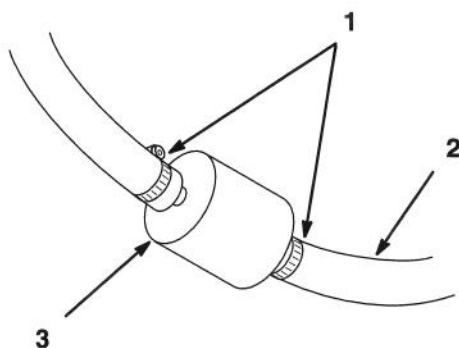

Figure 33
4. Pincer les extrémités des colliers et faire glisser ceux-ci pour les éloigner du filtre (Fig. 33).